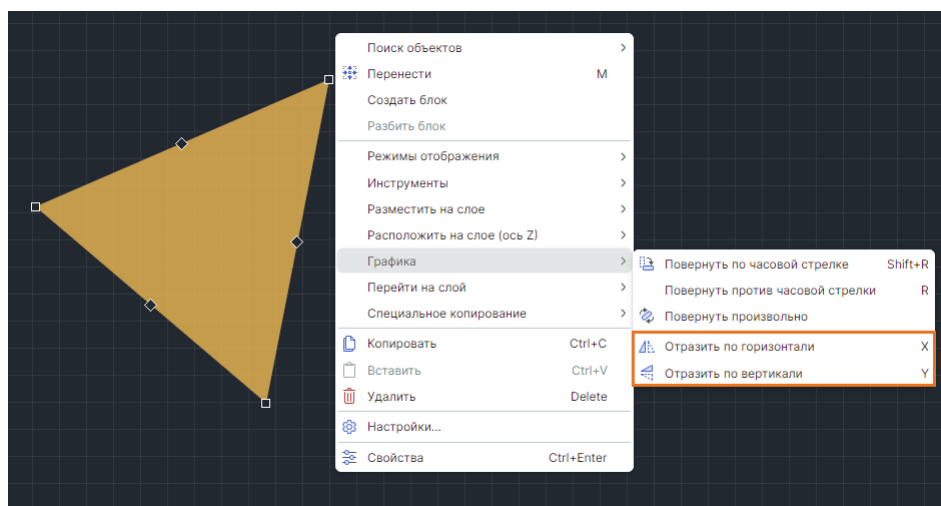

Рис. 345 Вызов функции зеркального отражения
2. Вызовите инструмент, выберите пункт «Отобразить горизонтально/вертикально» в контекстном меню или воспользуйтесь горячими клавишами («X»/«Y»), см. Рис. 345.